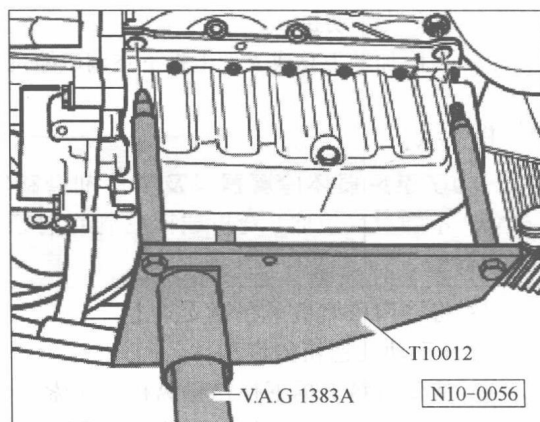

图 2-15 安装发动机支架
⑨ 安装发动机支架 T10012，用 $20\text{N} \cdot \text{m}$ 的拧紧力矩拧紧汽缸体前面的螺钉 $\text{M}10 \times 25/8.8$ ，见图 2-15。
⑩ 将发动机和变速箱用发动机和变速箱举升装置 V.A.G 1383A 略微举起，见图 2-15。